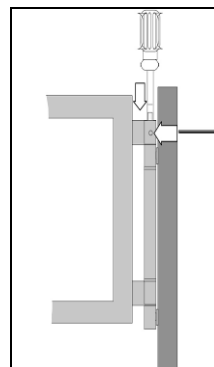

Abbildung 20: Nachstellen Federspannung
- festhalten und gleichzeitig die Feststellschraube wieder anziehen (siehe Abbildung 20)